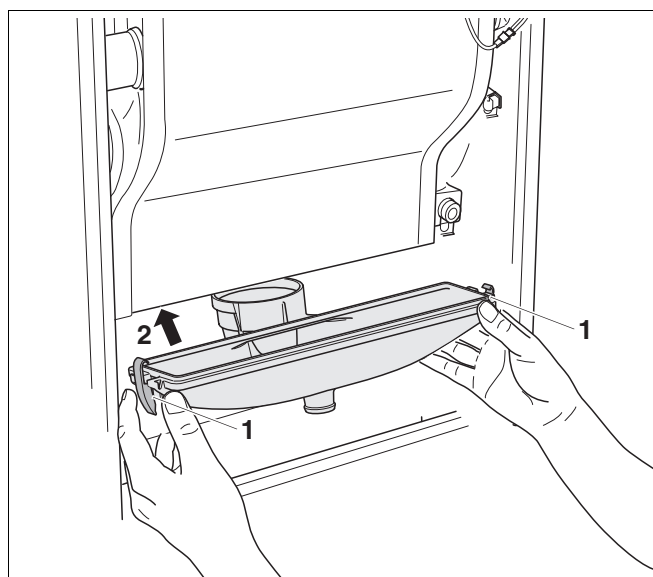

Fig. 89 Condensbak verwijderen
- Trek de condensbak naar beneden (→ fig. 89) en trek hem dan naar voren weg.
- Controleer de afdichting tussen de condensbak en de warmtewisselaar (→ fig. 89, [2], pag. 71) op beschadiging en vervang deze indien noodzakelijk.